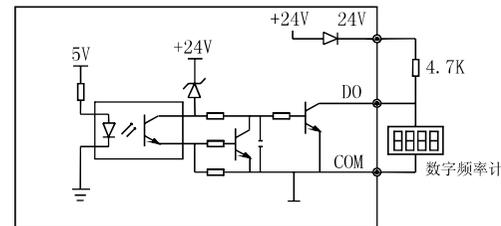

图 3-20 输出端子DO连接方式
2) 数字脉冲频率输出DO可使用变频器内部的24V电源，接线方式请参见图3-20。